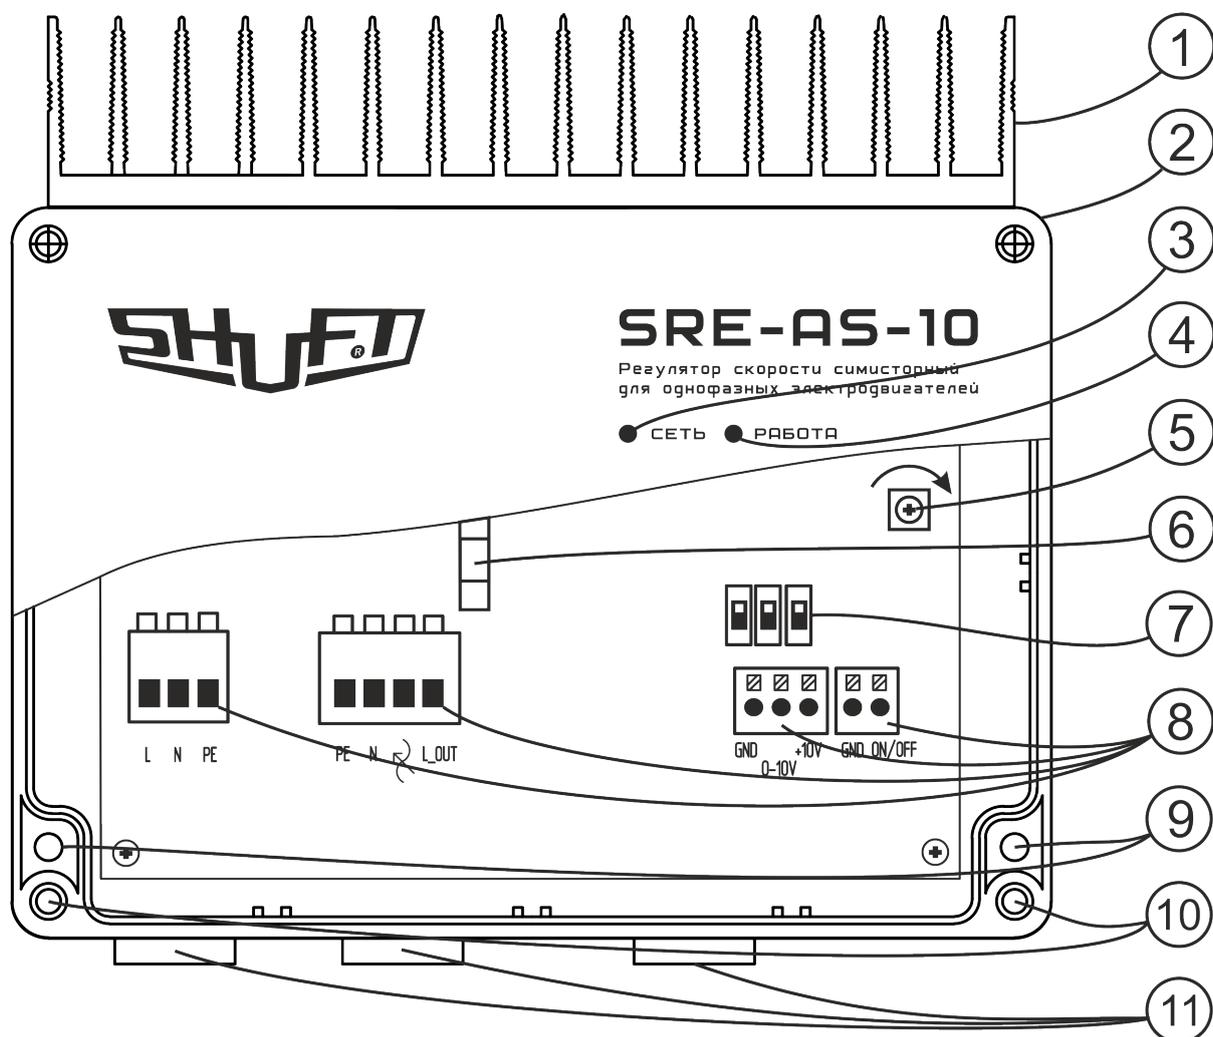

Рис. 1 Устройство регулятора скорости SRE-AS-10
8. Клеммы подключения («Сеть», «Нагрузка», «Управление») см. Рис.1
SW1 - ON – фиксированная скорость вращения (задается резистором на плате.), см Рис. 1 и пункт 5 раздела 1